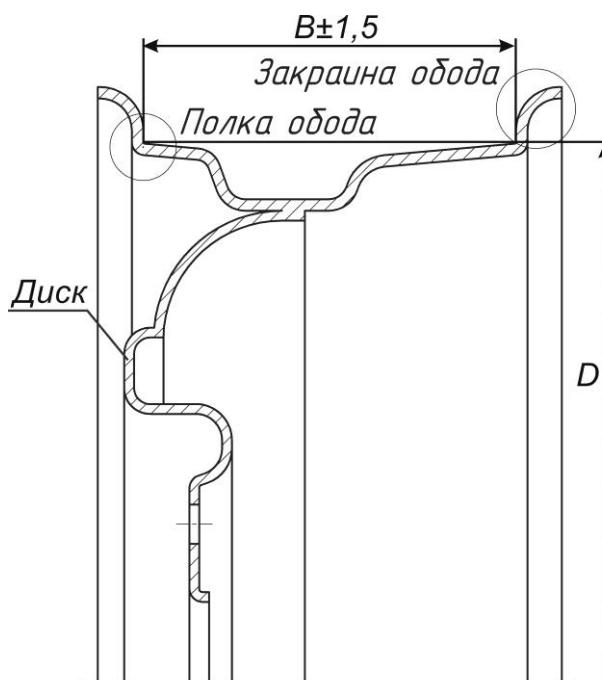

Рисунок 1. Поверхности обода, подлежащие реставрации
Стенд для реставрации ободьев автомобильных колес модель “Титан ST/16”, далее по тексту «стенд», предназначен для реставрации деформированных закраин и полок ободьев колес легковых автомобилей шириной 4...6,5 дюймов и диаметром 12...16 дюймов (см. рисунок 1). Закраины и полки обода реставрируются с помощью дископравного устройства, описанного в разделе 4 настоящего руководства по эксплуатации.
**ВНИМАНИЕ!** Диск колеса см. рис.1 реставрации не подлежит.